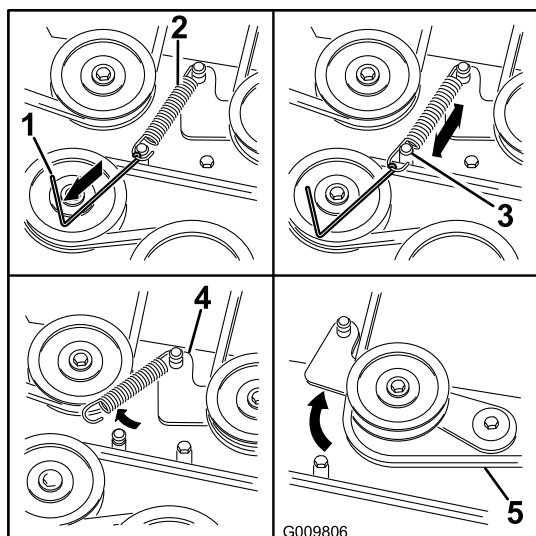

Bild 73
- Entfernen Sie die Spannscheibenfeder mit einem Werkzeug zur Federentfernung (Toro Bestellnummer 92-5771) vom Mähwerkpfosten, um die Spannung von der Spannscheibe zu nehmen (Bild 73).
- Verlegen Sie den neuen Riemen um die Mähwerk- und Bremsspannscheiben unter dem Motor (Bild 73).
- Setzen Sie die Spannscheibenfeder mit einem Werkzeug zur Federentfernung (Toro Bestellnummer 92-5771) auf den Mähwerkpfosten, um die Spannscheibe und den Mähwerkriemen zu spannen (Bild 73).